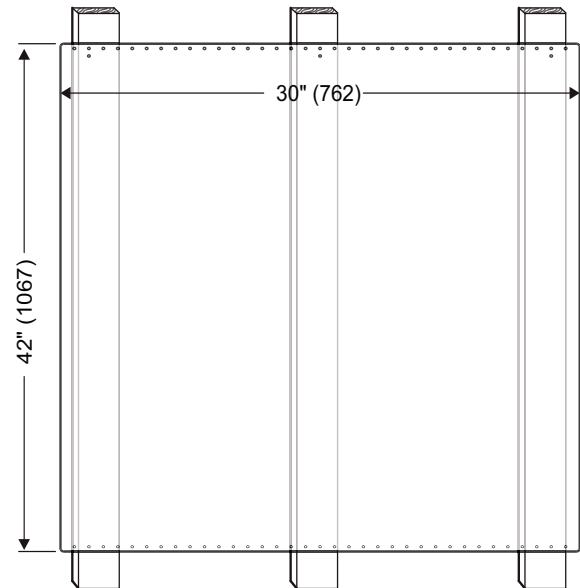

Figura 9: Consola trasera
3. Utilice dos de los tornillos proporcionados para fijar las partes inferior y superior de la consola trasera de protección a cada travesaño de pared (vea la Figura 9).